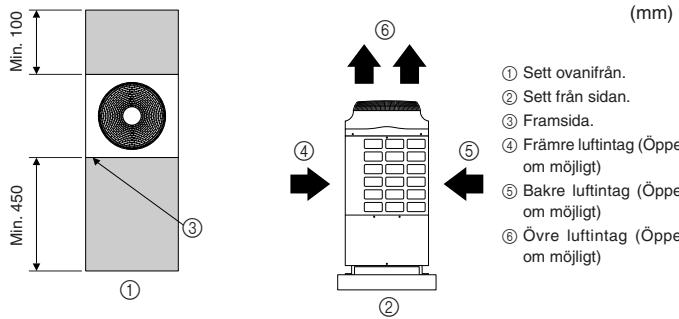

Fig. 2-3
- (1) Grundläggande information för bestämning av erforderligt utrymme (Fig. 2-3)